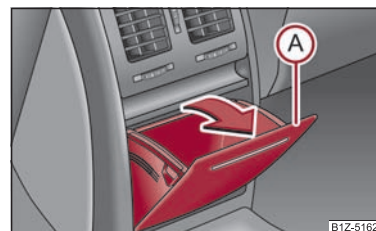

Fig. 77 Consola centrală spate: Compartimentul de depozitare
- Deschideți compartimentul trăgând de marginea de jos **A** în sensul săgeții ⇒ fig. 77.